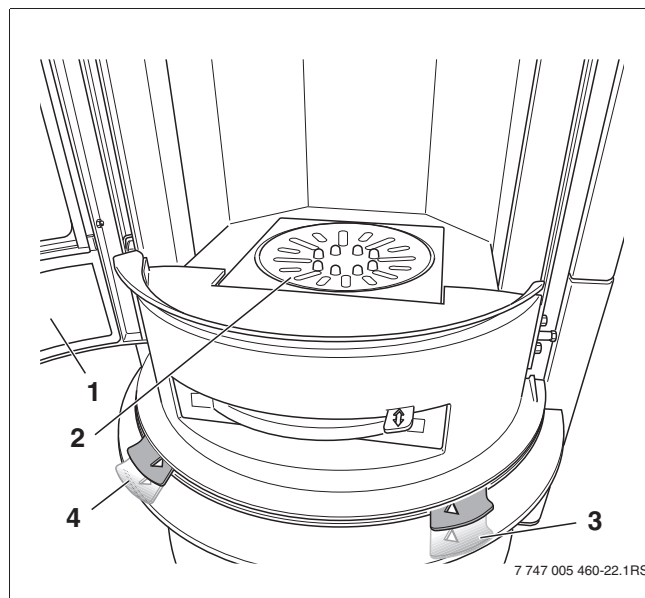

Рис. 29 Топочная камера с дровами
- ▶ Полностью откройте заслонку первичного воздуха (→ рис. 29 [3], стр. 24).